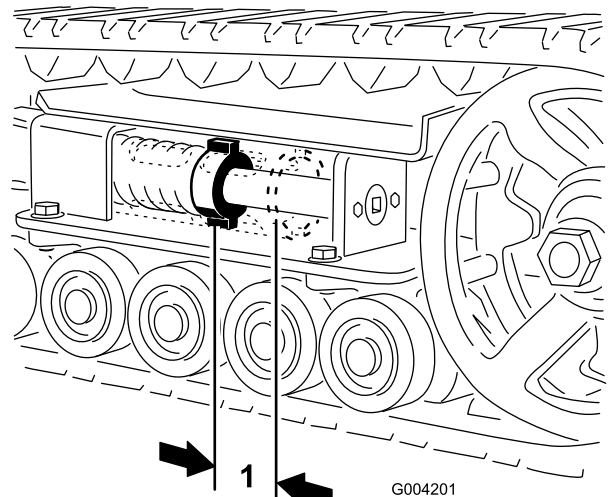
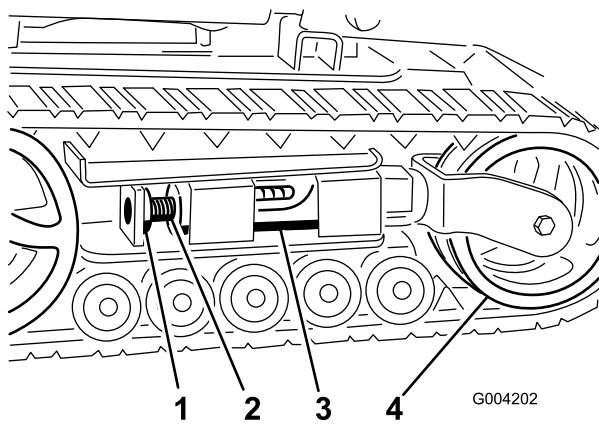
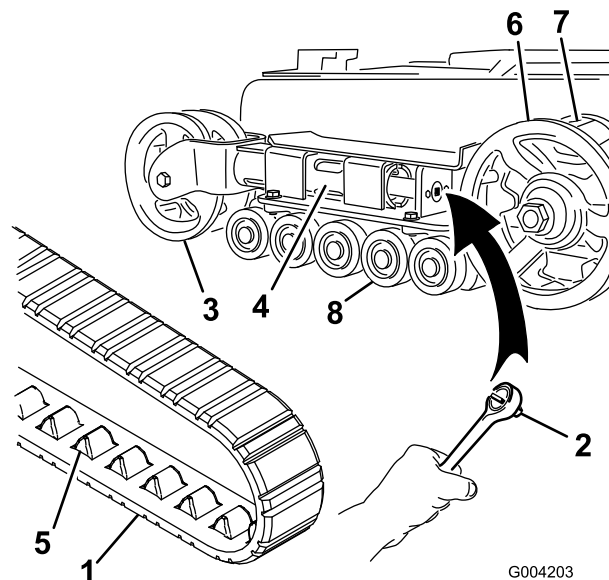
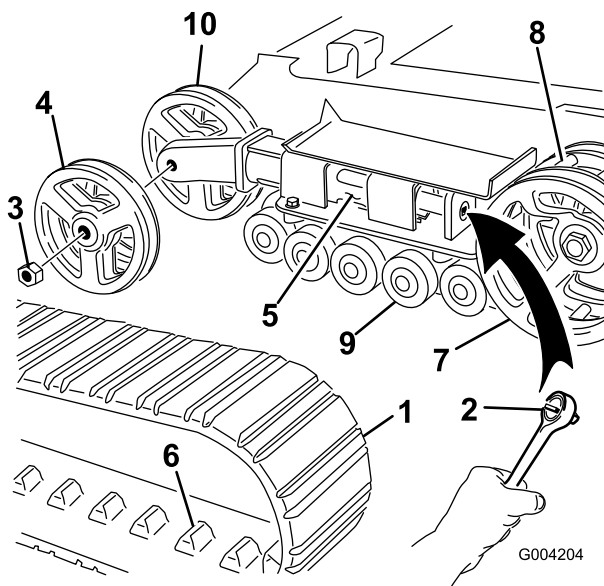

Figura 40
Figura 41
Figura 42
Figura 43
Debe haber una holgura de 7 cm entre la tuerca tensora y la parte de atrás del tubo tensor (Figura 40). Si no es así, ajuste la tensión de las orugas usando el procedimiento siguiente:
3. Retire el perno de bloqueo y la tuerca (Figura 41).
- Usando una llave de tubo de 1/2 pulgada (13 mm) (Figura 42), gire el tornillo tensor en el sentido contrario a las agujas del reloj hasta que la distancia entre la tuerca tensora y la parte de atrás del tubo tensor (Figura 40) sea de 7 cm.
- Alinee la muesca más próxima del tornillo tensor con el taladro del perno de bloqueo, y fije el tornillo con el perno de bloqueo y la tuerca (Figura 41).
- Retire el perno de bloqueo y la tuerca (Figura 41).
- Usando una llave de tubo de 1/2 pulgada (13 mm), alivie la tensión en la oruga girando el tornillo tensor en el sentido de las agujas del reloj (Figura 41 y Figura 42).
- Empuje la rueda tensora hacia la parte de atrás de la unidad de tracción para mover el tubo tensor contra el bastidor (Figura 42). (Si no toca el bastidor, siga girando el tornillo tensor hasta que lo toque.)
- Cuando haya retirado la oruga de la rueda tensora, retírela de la rueda motriz y de las ruedas de rodaje (Figura 42).
- Empezando en la rueda motriz, pase la oruga nueva alrededor de dicha rueda, asegurándose de que los salientes de la oruga encajen entre los dientes del piñón (Figura 42).
- Empuje la oruga por debajo de y entre las ruedas de rodaje (Figura 42).
- Gire el tornillo tensor en el sentido contrario a las agujas del reloj hasta que la distancia entre la tuerca tensora y la parte de atrás del tubo tensor (Figura 40) sea de 7 cm.
4. Usando una llave de tubo de 1/2 pulgada (13 mm), alivie la tensión en la oruga girando el tornillo tensor en el sentido de las agujas del reloj (Figura 41 y Figura 43).
5. Empuje la rueda tensora hacia la parte de atrás de la unidad de tracción para mover el tubo tensor contra el bastidor (Figura 43). (Si no toca el bastidor, siga girando el tornillo tensor hasta que lo toque.)
6. Retire la tuerca que fija la rueda tensora exterior y retire la rueda (Figura 43).
7. Retire la oruga (Figura 43).
8. Retire la tuerca que fija la rueda tensora interior y retire la rueda (Figura 43).
12. Instale la rueda tensora interior y fíjela con la tuerca que retiró anteriormente (Figura 43).
14. Instale la oruga nueva, asegurándose de que los salientes de la oruga encajen entre los dientes del centro la rueda motriz (Figura 43).
15. Instale la rueda tensora exterior y fíjela con la tuerca que retiró anteriormente (Figura 43).
17. Gire el tornillo tensor en el sentido contrario a las agujas del reloj hasta que la distancia entre la tuerca tensora y la parte de atrás del tubo tensor (Figura 40) sea de 7 cm.